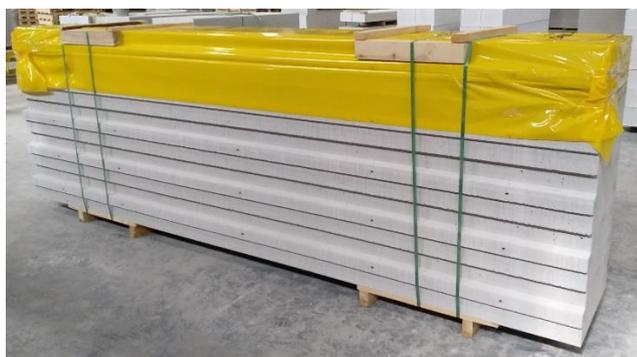

Рис.1 Схема упаковки пачек с панелями перекрытий.
**Панели перекрытий** укладываются на деревянные поддоны, сверху укрываются пленкой (для предотвращения переувлажнения перед монтажом перекрытий), на плёнку укладываются деревянные поддоны (570x570 мм) (для предотвращения повреждений верхней панели в пачке от мягких строп при погрузке и разгрузке) и увязываются четырьмя поясами пластиковой лентой, образуя пачку. Пачки с панелями содержат до 5 изделий высотой по 240 мм. При заводской доставке с разгрузкой самогрузами - пачки с панелями длиной от 5040 мм до 5940 мм разделяются деревянными прокладками (500x100x25 мм) на две части между третьим и четвёртым ярусом: 3 плиты и 2 плиты (Рис. 1). Прокладки должны быть установлены над деревянными поддонами и равноудаленно от краёв панели.